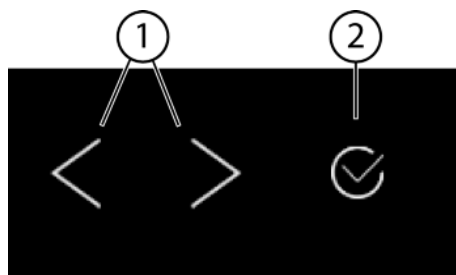
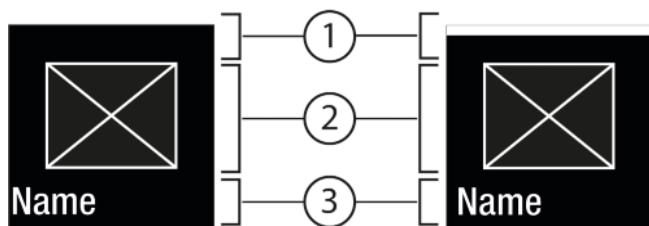

Fig. 5
Fig. 6
- (1) Navigatsiooninool vasakule / paremale (2) Kinnitamine
### Navigatsiooninool vasakule / paremale Fig. 5 (1):
### Kinnitamine Fig. 5 (2):
- Navigatsiooninoollega vasakule / paremale Fig. 5 (1) navigeerimine.
- Kinnitamine Fig. 5 (2) abil funktsiooni / seadistuse aktiveerimine Fig. 6 (1) / deaktiveerimine Fig. 6 (1).
- Kinnitamine Fig. 5 (2) abil alammenüü Fig. 7 (4) ettekutsumine.
- Uue väärtuse seadistamine: Kinnitamine Fig. 5 (2) abil deaktiveeritud väärtuse Fig. 6 (1) väljalimine.
- Tagasi menüüsse: Kinnitamine Fig. 5 (2) abil juba aktiveeritud väärtuse Fig. 6 (2) väljalimine.
- ▶ Vajutage navigatsiooninooli Fig. 5 (1) niimitu korda, kuni näidatakse .
- ▶ Vajutage Kinnitamine Fig. 5 (2).
- ▶ Vajutage navigatsiooninooli Fig. 5 (1) niimitu korda, kuni näidatakse funktsiooni.
- ▶ Valige navigeerimisnooltega Fig. 5 (1) seadistusväärtus.
- ▷ Olek: aktiveeritud Fig. 6 (1) ilmub korraks alammenüüsse Fig. 7 (4).
- ▶ Vajutage navigatsiooninooli Fig. 5 (1) niimitu korda, kuni näidatakse seadeid .
- ▶ Vajutage navigatsiooninooli Fig. 5 (1) niimitu korda, kuni näidatakse soovitud seadistust.
- ▶ Vajutage 3 sekundit Kinnitamine Fig. 5 (2) peale.